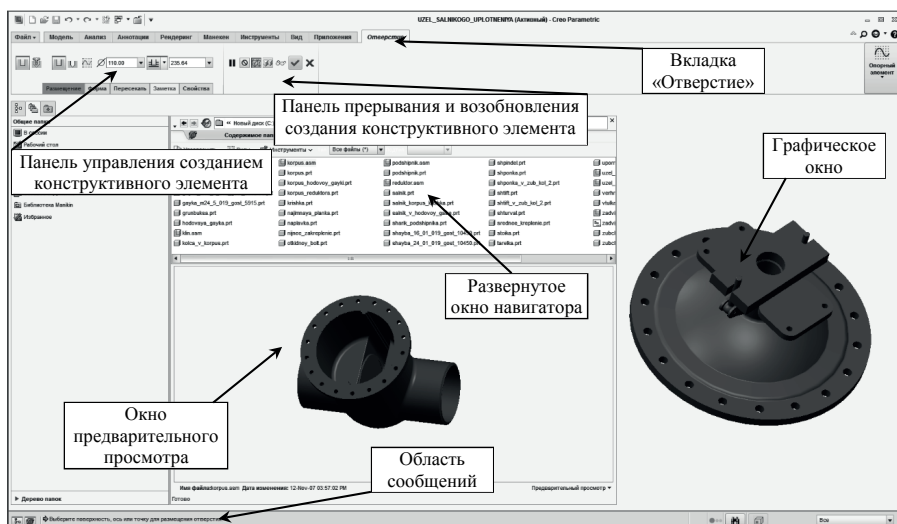

Рис. 1.55. Интерфейс Creo Parametric
В режиме построения эскиза, интерфейс которого показан на рис. 1.55, *а*, *Инструментальная лента* дополнена вкладками и панелями, относящимися к этому режиму.
На рис. 1.55 представлены дополнительные элементы интерфейса.
*Графическое окно* (см. рис. 1.55) представляет собой графическую область Creo Parametric, в которой создаются и модифицируются модели (детали или сборки) и чертежи. Площадь графического окна может быть увеличена за счет минимизации навигатора и/или браузера.